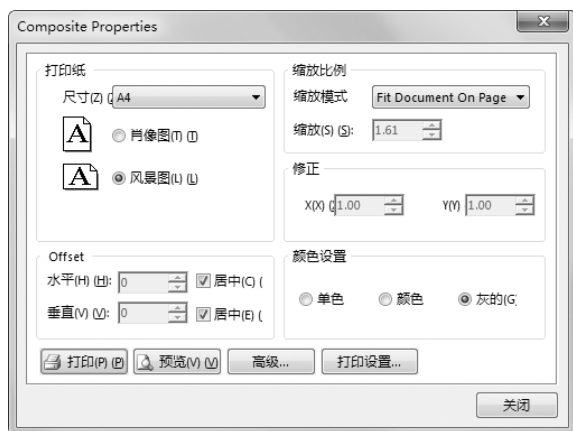
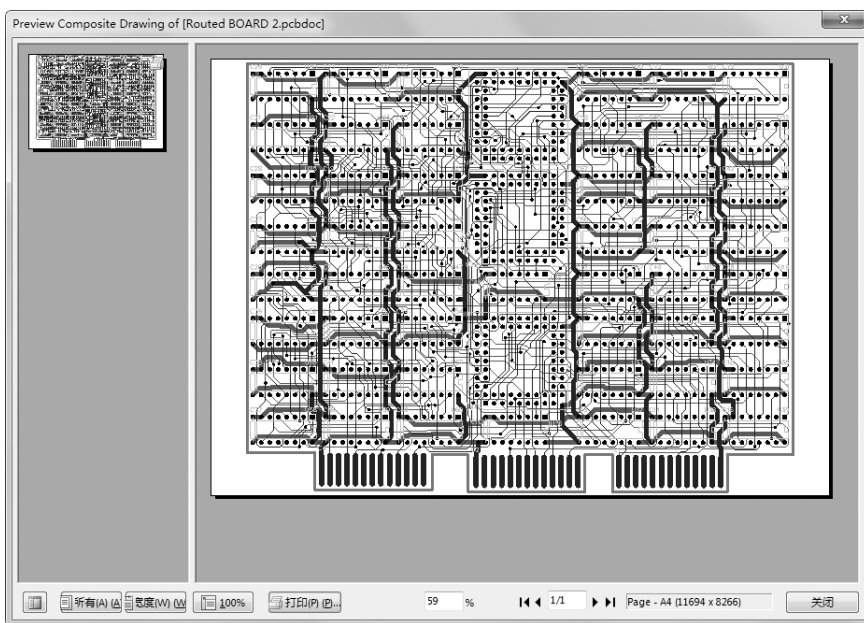

图 10-39 “Composite Properties” 对话框
图 10-43 打印预览
(1) 打开 PCB 文件，选择菜单栏中的“文件”→“页面设置”命令，弹出如图 10-39 所示的“Composite Properties”(复合页面属性设置)对话框。
(7) 在如图 10-39 所示的“Composite Properties”(复合页面属性设置)对话框中,单击“预览”按钮,可以预览打印效果,如图 10-43 所示。
(8) 设置完毕后,单击“打印”按钮,开始打印。